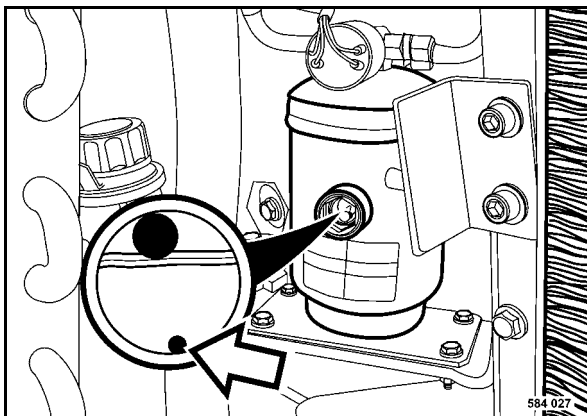

Fig. 122
- Comprobar la perla indicadora de humedad (Fig. 122) en el cristal de observación de la unidad secadora/colectora.